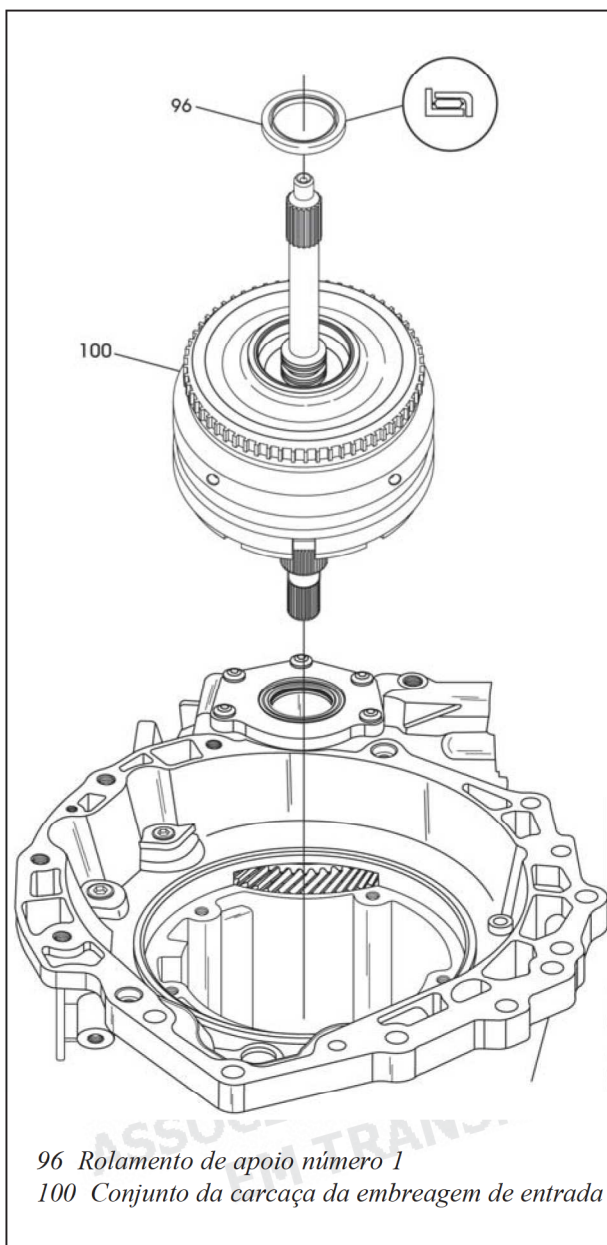

Figura 257
54. Instale o conjunto da carcaça de entrada finalizado, conforme mostra a figura 257, girando-o para a frente e para trás, até assentá-lo completamente.
55. Instale o rolamento de apoio número 1 sobre o eixo de entrada e na carcaça na direção mostrada na figura 257.